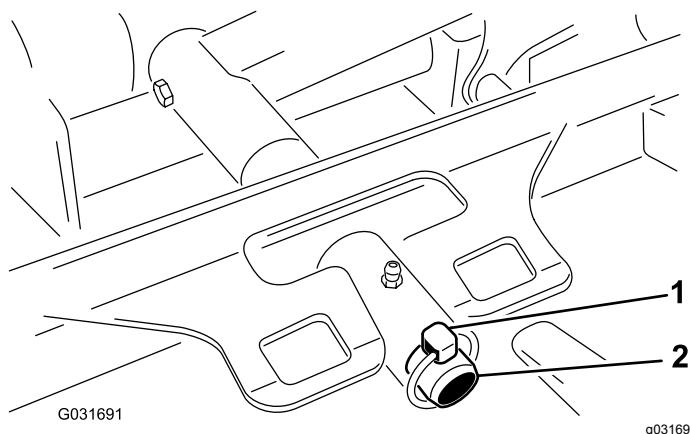

Figura 60
3. Retire o pino de sujeição que fixa a estrutura de suporte da plataforma ao pino da articulação do braço de elevação (Figura 60).
3. Deslize a estrutura de suporte da plataforma para o pino da articulação do braço de elevação e prenda-a com o pino de sujeição (Figura 60).